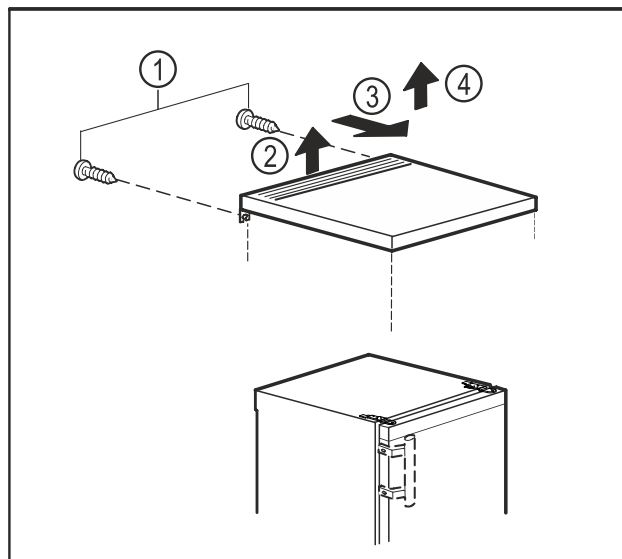

Fig. 6
- Lironi vidat në pjesën e pasme. Fig. 6 (1)
- Ngrini lart pllakën e sipërme në pjesën prapa. Fig. 6 (2)
- Shtyni nga përpara pllakën e sipërme. Fig. 6 (3)
- Hiqni pllakën e sipërme duke e ngritur lart. Fig. 6 (4)